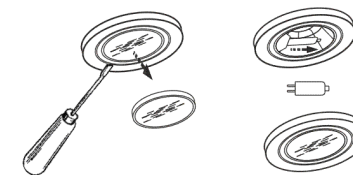

рис. 14
8.6 Замену галогенной лампы (рис. 14) производите в следующей последовательности: